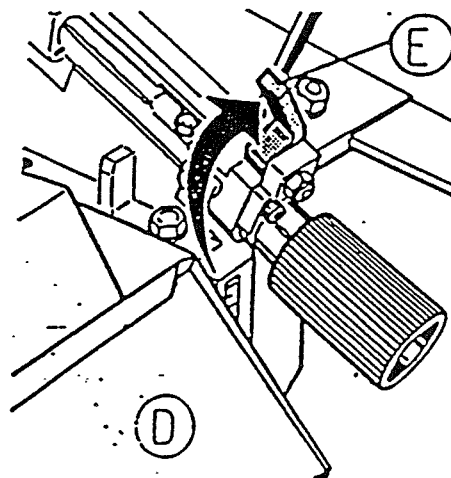

fig. 2
- Relever le carter de protection D (voir fig. 2) en le faisant pivoter autour de son axe.
Pour revenir à la position dégauchisseuse, procéder dans le sens inverse en prenant soin de relever les languettes de sécurité E (voir fig. 2) suivant la flèche. Ces languettes empêchent la table de se refermer accidentellement.